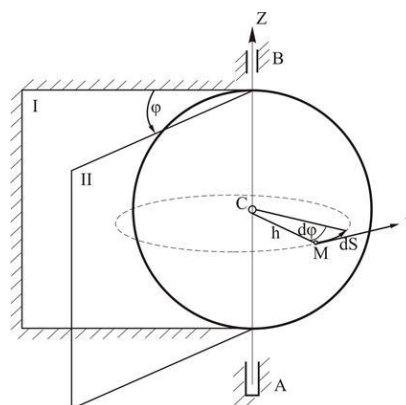

Рисунок 7.2 - Вращательное движение твердого тела
*Вращательное движение* - движение тела, при котором точки оси вращения неподвижны, а все остальные точки описывают окружности (рис.7.2.).